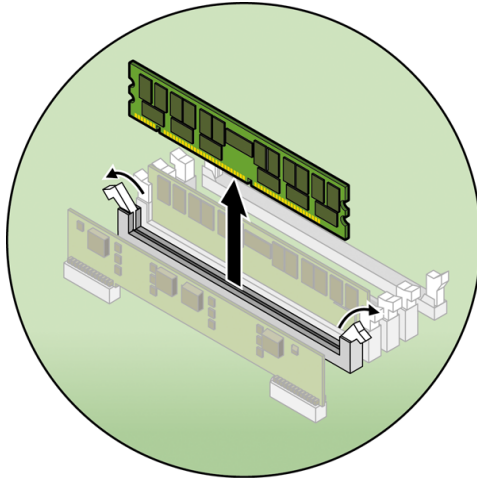

図 4-29 メモリーモジュールの取り外し
7. メモリーモジュールのソケットの両端の取り外しレバーを押し下げて、メモリーモジュールを取り外します (図 4-29 を参照)。